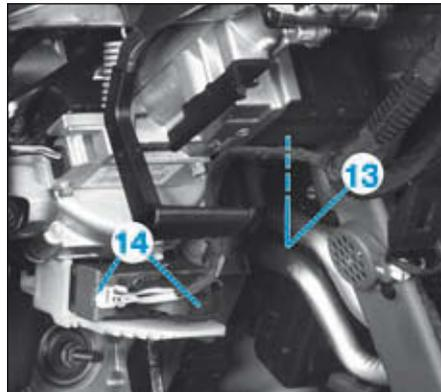

FIG.14
- le connecteur (13) du verrou électrique de colonne de direction (Fig.14),
- les connecteurs (14) de colonne de direction.